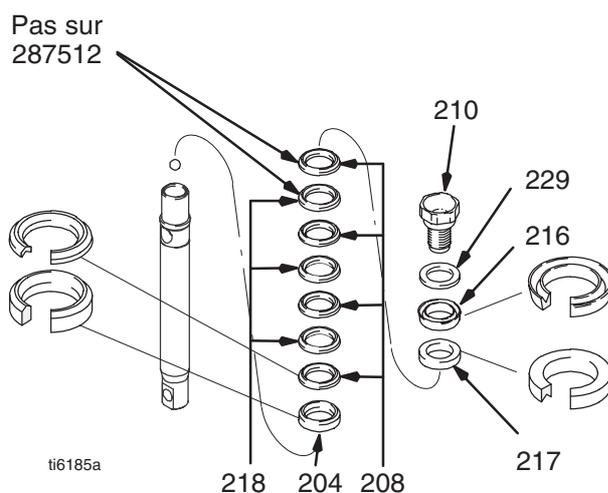

Fig. 9
Fig. 9. Faire tremper tous les joints en cuir dans de l'huile SAE 30W pendant au moins 1 heure avant le montage. Enfiler la bague mâle (204) sur la tige de piston. Enfiler alternativement les joints en UHMWPE (208) et en cuir (218) (attention au sens) sur la tige de piston. Monter la bague femelle (217). Monter le racleur de piston (216) (attention au sens) et la rondelle d'appui (229) sur la soupape de piston (210). L'enduit d'étanchéité spécial recouvrant le filetage de la soupape de piston est bon pour quatre changements de joints. Enduire le filetage de la soupape de piston de Loctite® après le quatrième changement de joints.